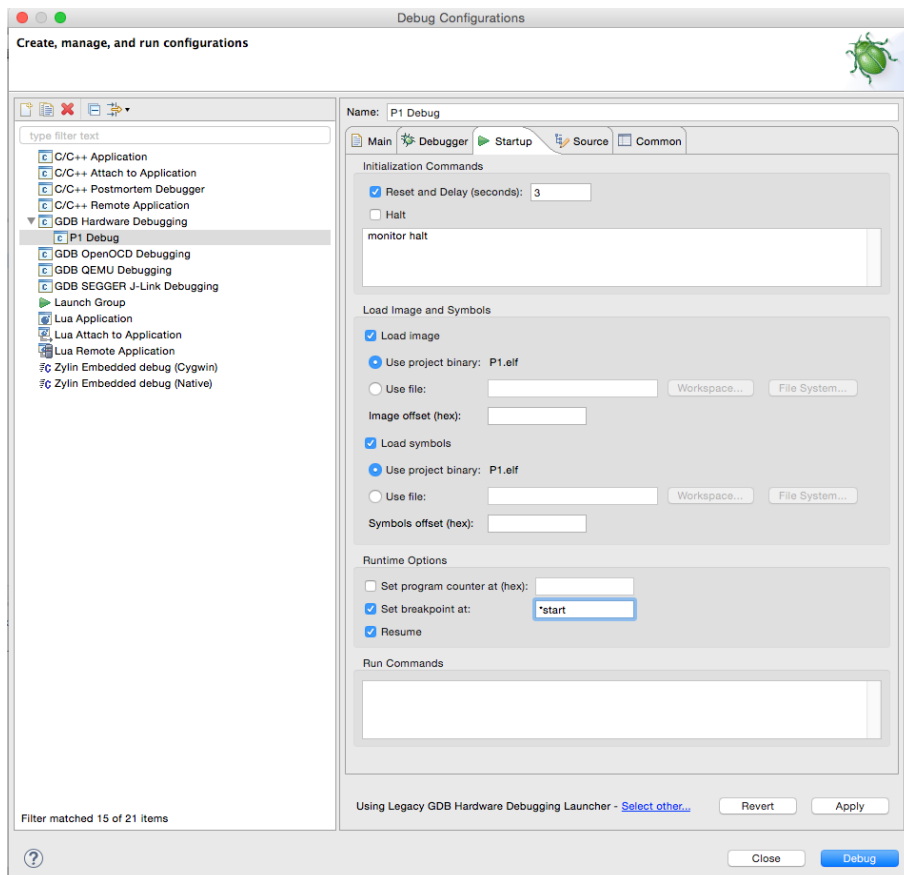

Figura 3.15: Pestaña Startup.
- **Startup:** En esta pestaña configuramos las acciones que deben realizarse cuando se realice la conexión con el servidor de depuración habilitado por OpenOCD. La Figura 3.15 ilustra cómo debemos configurar esta pestaña. Como podemos ver en la parte inferior, en el campo *Set breakpoint at*, se habilita un *breakpoint* inicial en el símbolo `start`, que permite que la ejecución quede detenida al comienzo de nuestro programa tras haber cargado éste en memoria.